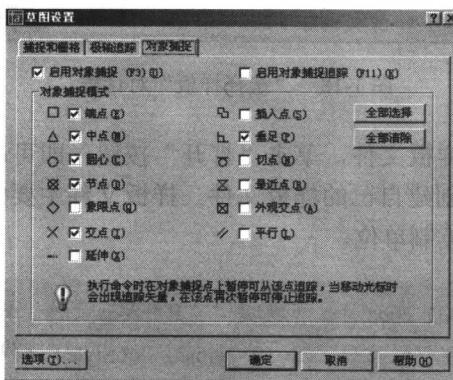

图 1-17 设置对象捕捉模式
- 对象捕捉：所有几何对象都有一些决定其形状和方位的关键点。在绘图时，利用对象捕捉功能可以捕捉这些关键点，从而进行精确绘图。利用“草图设置”对话框，可以设置对象捕捉模式，如图 1-17 所示。